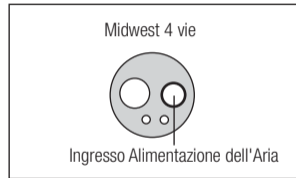

Fig. 12
- 3) Inserire il beccuccio spray nell'ingresso dell'alimentazione dell'aria primaria. Tenere il manipolo e nebulizzare per circa 2-3 secondi. Applicare il lubrificante fino a quando non fuoriesce dalla testina del manipolo per almeno 2 secondi. (Fig. 12)
- 2) Applicare 1-2 gocce di olio lubrificante sull'ingresso dell'alimentazione dell'aria primaria raffigurato in Fig. 12.